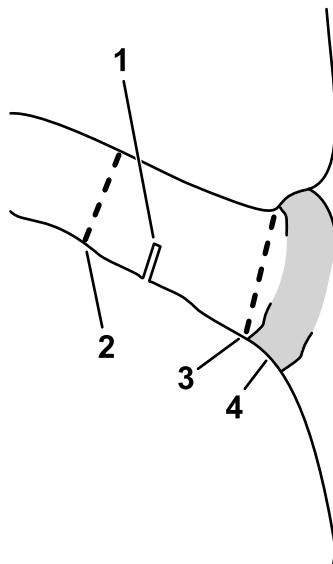

Bild 13
- C. Schneiden Sie den Aststumpf am Astkragen ab (Bild 13).